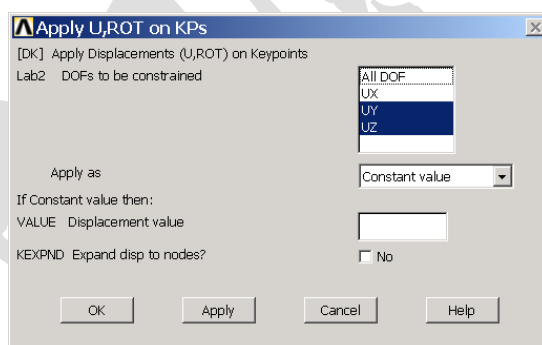

图5.10 约束UY和UZ
(6) 重复以上两步，按图 5.10 所示进行设置，为关键点 6 约束 UY 和 UZ 方向的自由度。
注意：【DOFs to be constrained】列表框为多选列表框，可同时选中多个自由度，选中的项会自动变为深色，如图 5.10 所示。